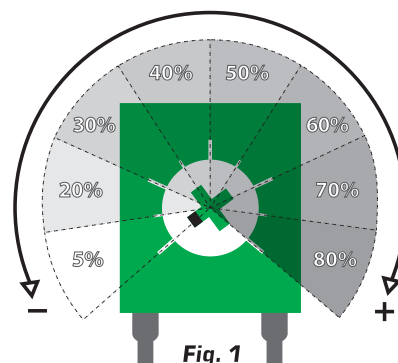

Fig. 1
- **1º Passo:** gire o trimpot no sentido anti-horário até o fim de curso; (vide Fig. 1)